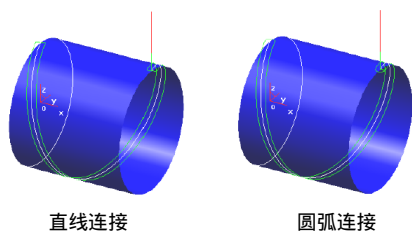

图 7-124 连接
- 【连接】: 当刀具轨迹进行左右偏置, 并且用往复方式加工时, 加工轨迹之间的连接提供了两种方式: 直线和圆弧, 如图 7-124 所示。